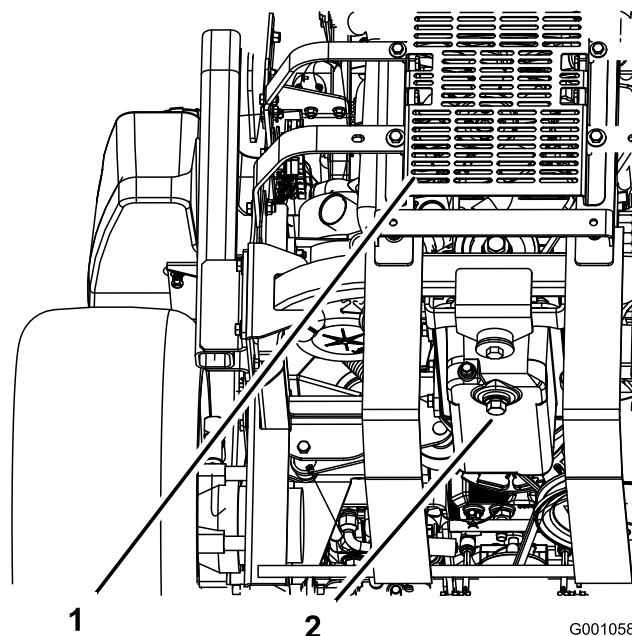

Figura 40
5. Coloque un recipiente debajo del orificio de drenaje de aceite. Retire el tapón de vaciado y deje que el aceite se drene completamente (Figura 40).